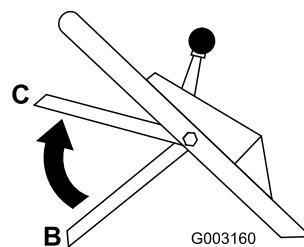

Figura 18
- Levante la barra de control hasta la posición central, unas 12,7 cm (5 pulg.) por debajo del travesaño del manillar (Posición C en Figura 18).
**Nota:** Esta posición intermedia (C) no es la posición normal de operación de la barra de control. No obstante, es útil para detectar atascos en el sistema del embrague del freno de la cuchilla con suficiente antelación para evitar un fallo de seguridad más adelante.
- Suelte la barra de control (Posición B en Figura 18).